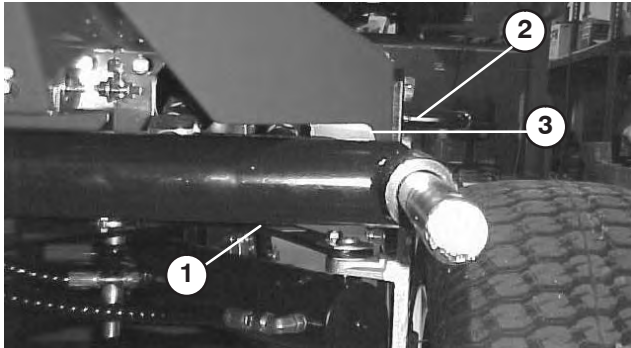
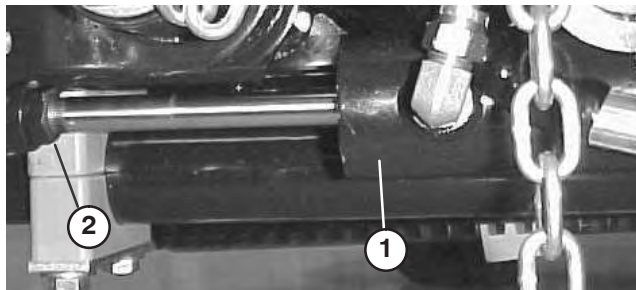
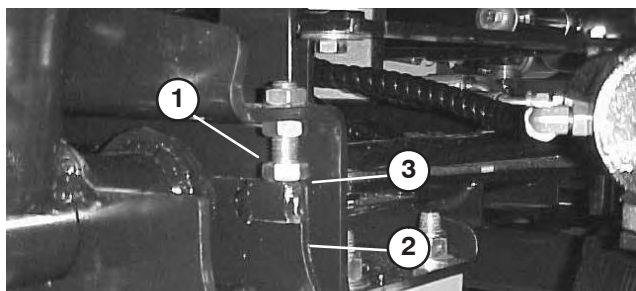

Figure 20
Figure 21
Figure 22
1. Mettez le moteur en marche, élevez les bras de levage et vérifiez que l'écartement entre chaque bras de levage et le support de la plaque de plancher est compris entre 4,6 et 8,1 mm (Fig. 20). Si ce n'est pas le cas, reculez les boulons d'arrêt (Fig. 22) et réglez le vérin de manière à obtenir l'écartement voulu. Pour régler le vérin, reculez l'écrou de blocage sur le vérin (Fig. 21), retirez l'axe à l'extrémité de la tige et tournez la chape. Posez l'axe et vérifiez l'écartement. Répétez la procédure au besoin. Serrez l'écrou de blocage de la chape.
2. Vérifiez que l'écartement entre le bras de levage et le boulon d'arrêt est compris entre 0,13 et 1,02 mm (Fig. 22). Si ce n'est pas le cas, réglez les boulons d'arrêt de manière à obtenir l'écartement voulu.